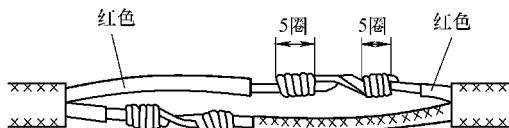

图 4-37 双芯线的对接
3) 双线芯的对接。将两根双线芯线头剖削成如图4-37所示的形式。连接时，将两根待连接的线头中颜色一致的线芯按小截面直线连接方式连接。同样，将另一颜色的线芯连接在一起。